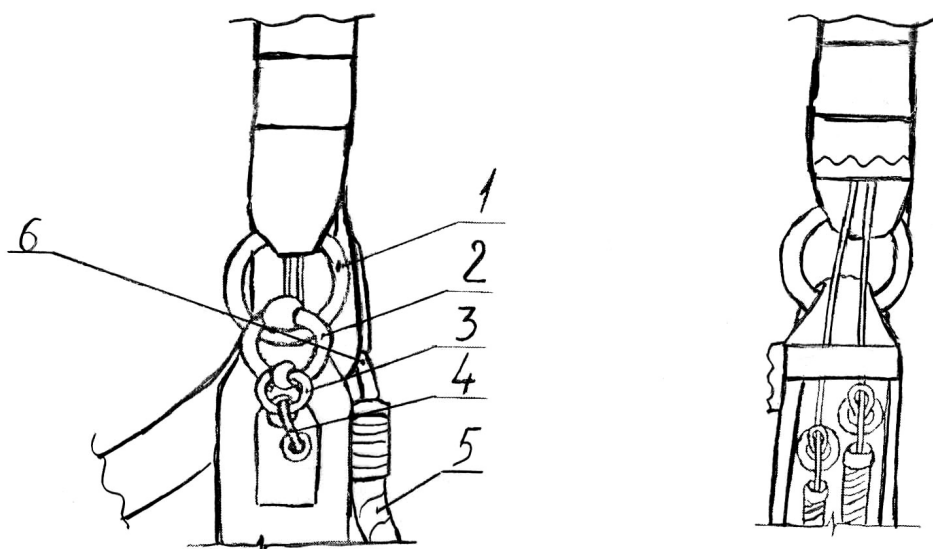

Рис. 59. КЗУ СП:
- зачехловать (рис. 59) замковое устройство тросами звена раскрытия (основного релиза) и звена аварийного раскрытия (резервного релиза).